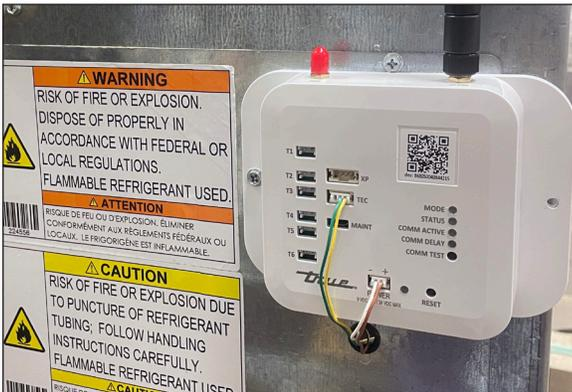

Fig. 2. Faisceau raccordé au modem. Jaune/vert sur TEC ; marron/blanc sur POWER.
2. Tirez une longueur suffisante de faisceau à travers le passe-câble pour les raccorder aux ports du modem. Voir Fig. 2.